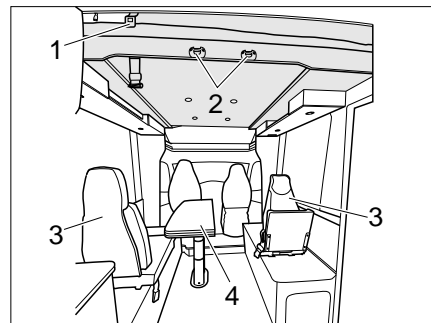

Bild 161 Elektrisches Hubbett (Variante 3)
- Die Aufstiegsleiter mit den beiden Bügeln in die Krampen (Bild 161,2) am Hubbett einhängen.
- 2-Säulen-Klapptisch, absenkbar (Bild 161,4) nach unten fahren (siehe Kapitel 7.8.8).
- 2 Einzelsitze (Bild 161,3) abbauen und verstauen.